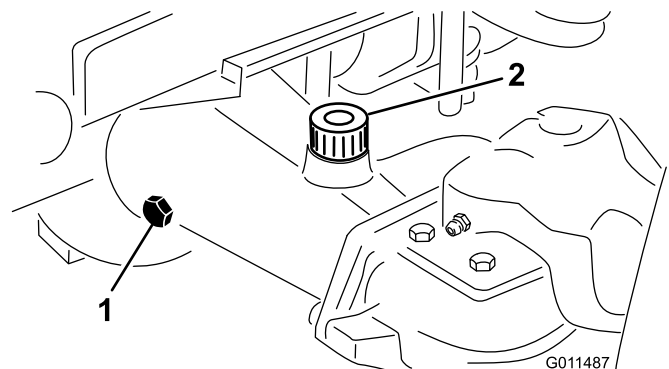

Bild 18
2. Entfernen Sie eine Prüfschraube aus einem Ende der Achse und stellen sicher, dass das Öl die Unterseite des Lochs erreicht (**Bild 18**).